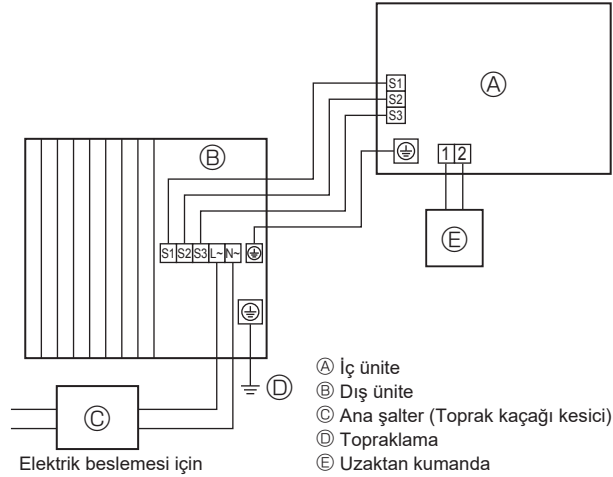
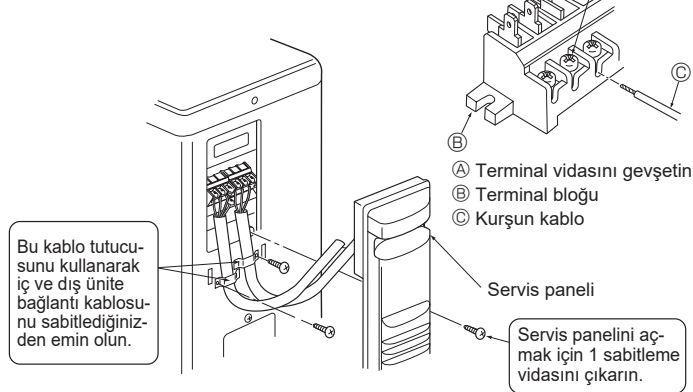
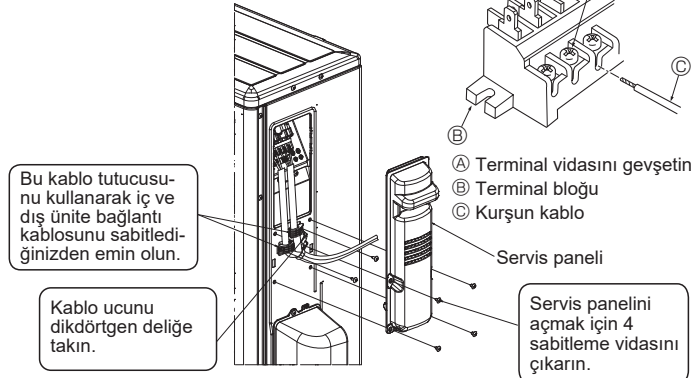
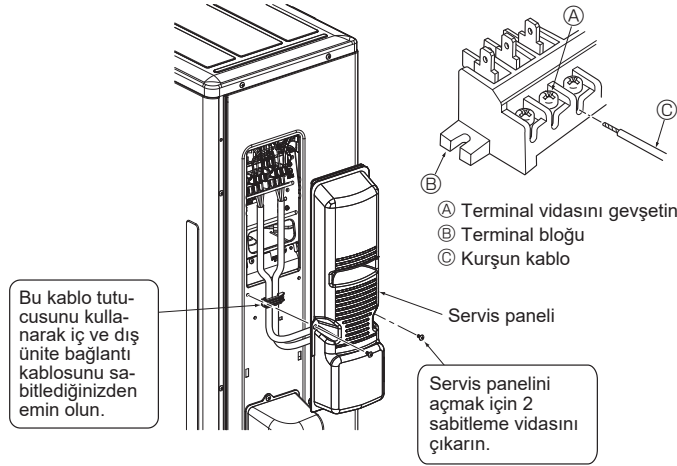

Fig. 6-1
Fig. 6-3
Fig. 6-4
Fig. 6-5
6.1. Dış ünite (Fig. 6-1, Fig. 6-2, Fig. 6-3, Fig. 6-4, Fig. 6-5)
- ① Servis panelini çıkarın.
- ② Fig. 6-1, Fig. 6-2, Fig. 6-3, Fig. 6-4 ve Fig. 6-5'e bakarak kabloları döşeyin.